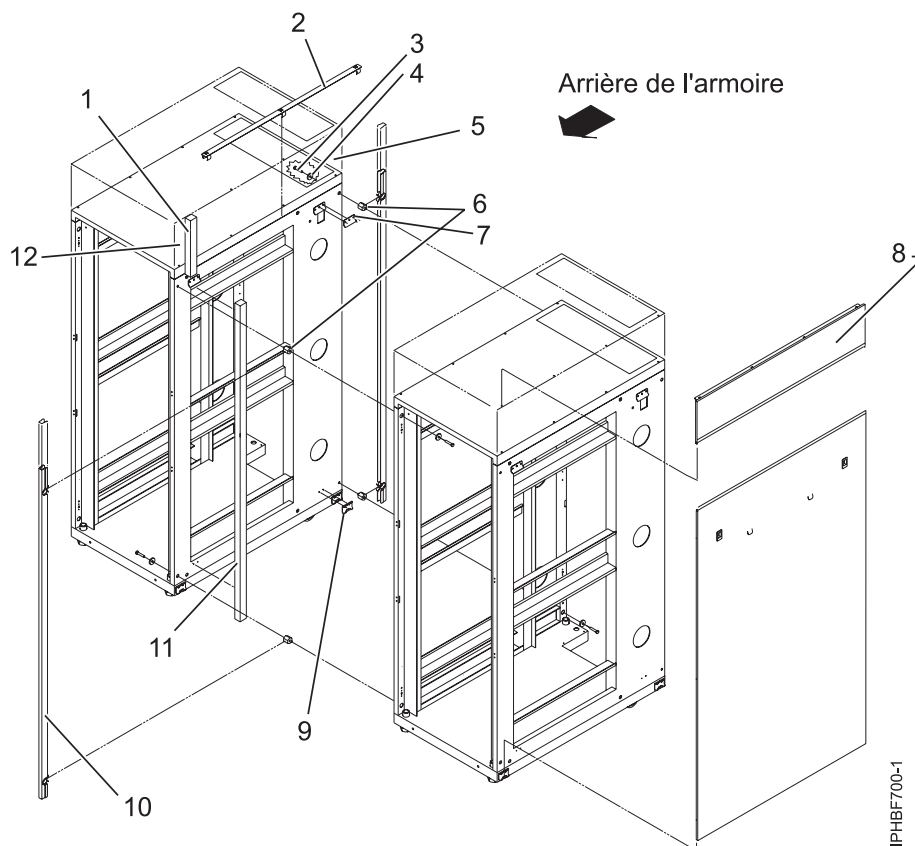

Figure 32. Retrait des panneaux latéraux et des pattes Z et J, mise en place des vis de butée et de la longue bande de mousse pour relier plusieurs armoires
4. Installez les deux premières vis de butée dans les angles supérieur gauche et inférieur droit de la première armoire (voir la figure 32).
5. Installez les deux autres vis de butée dans les angles supérieur gauche et inférieur droit de la deuxième armoire (voir la figure 32).
6. Fixez la mousse comme illustré sur la figure 32. Sur les modèles d'armoire T42, placez la bande courte de mousse protectrice dans le prolongement de la bande longue et placez l'ensemble sur la longueur du cadre de l'armoire.